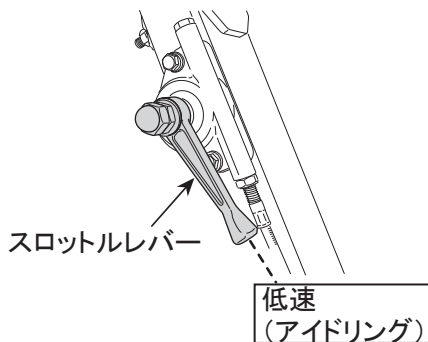

図 5
3. スロットルレバーをアイドル(低速)位置にします。エンジンが始動し難い場合は、少し高速側へ動かしてください。(図5)